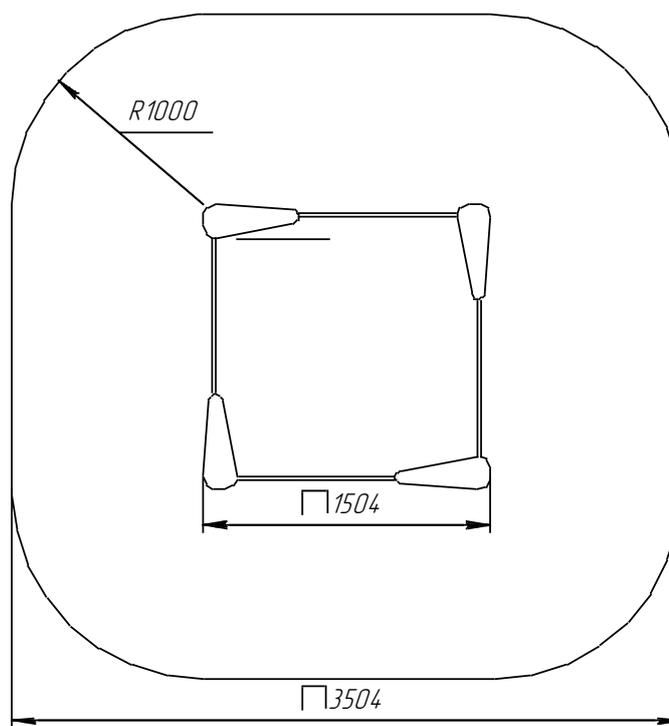

Рис.2
12.1.4 Размеры минимального пространства для размещения оборудования и безопасные расстояния от оборудования до поверхности игровой площадки указаны на рис. 2. Размер площадки не менее 3504x3504 мм.